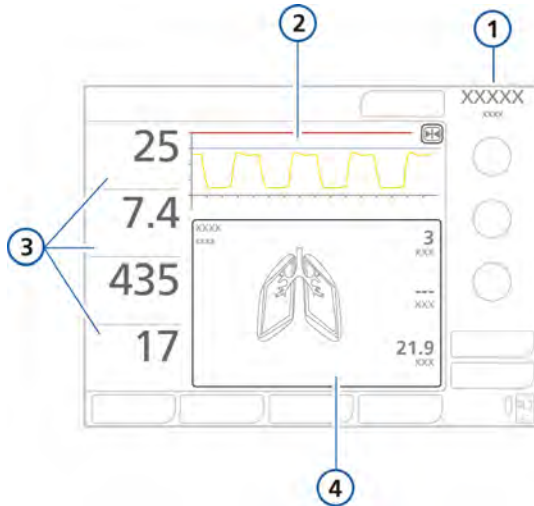

Figura 6-1. Pantalla principal
Durante la ventilación, puede ver los datos del paciente en la pantalla del HAMILTON-C2 (figura 6-1). Puede configurar la disposición de la pantalla con diferentes formas de onda, bucles, tendencias o gráficos de paneles inteligentes que se ajusten a las necesidades del centro sanitario. Podrá acceder a la ventana Monitorización en cualquier momento sin que ello afecte al suministro respiratorio.
- La forma de onda presión/tiempo: este gráfico aparece siempre y no se puede configurar. Consulte el elemento 4 de la figura 6-1.